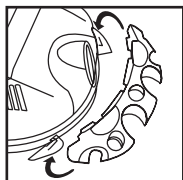

FIGURA 8
8. Con la parte posterior de la unidad mirando hacia usted, tome el porta-herramientas y colóquelo con las lengüetas mirando hacia la parte posterior de la unidad. **FIGURA 8.**